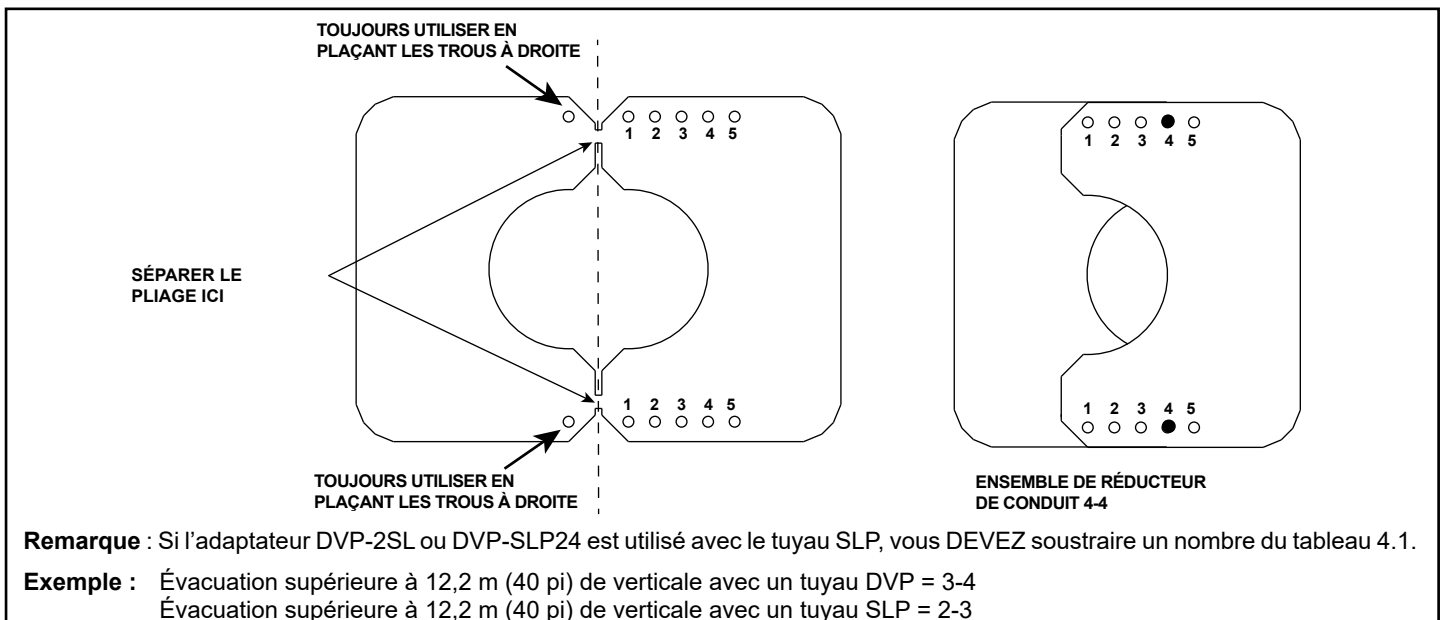

Figure 4.16 Mise en place du réducteur de conduit
3. Orientez et alignez les deux pièces du réducteur d'évacuation comme il est indiqué à la figure 4.16.
4. Reportez-vous au tableau 4.1 et à la figure 4.16 pour déterminer la position appropriée du réducteur de conduit en fonction de la hauteur du système.